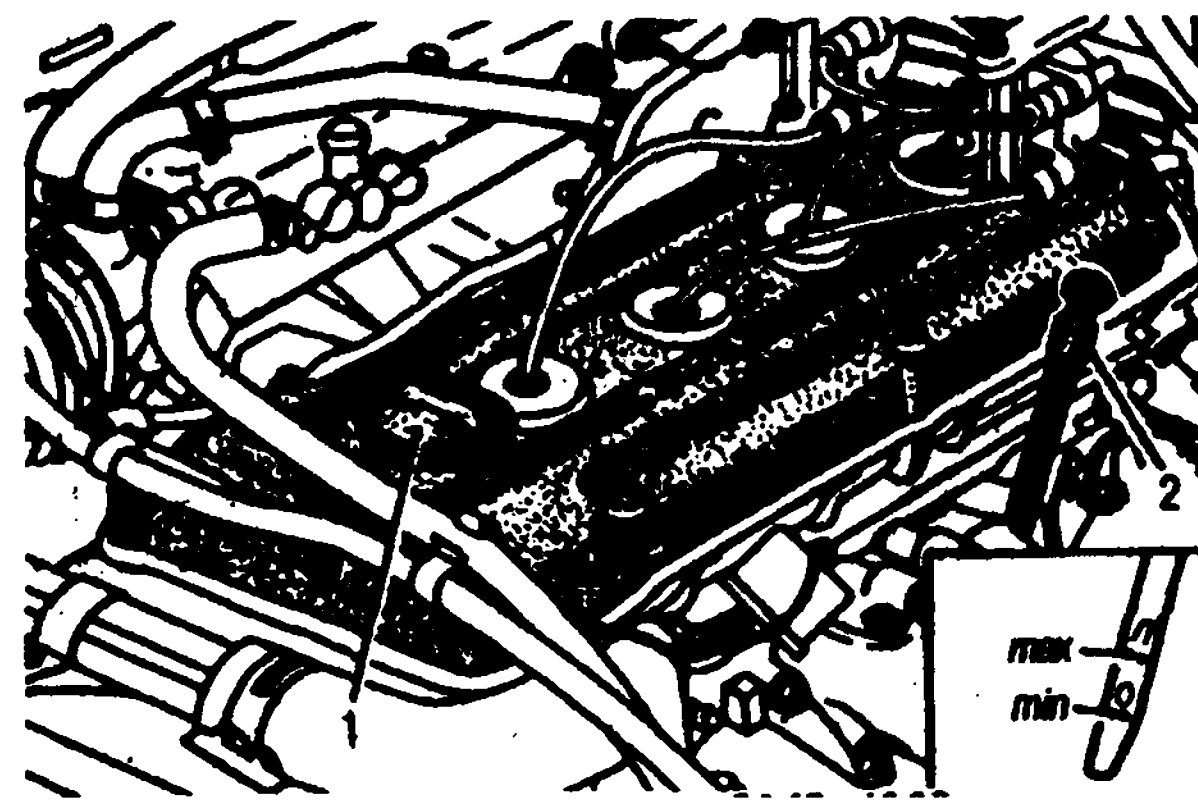
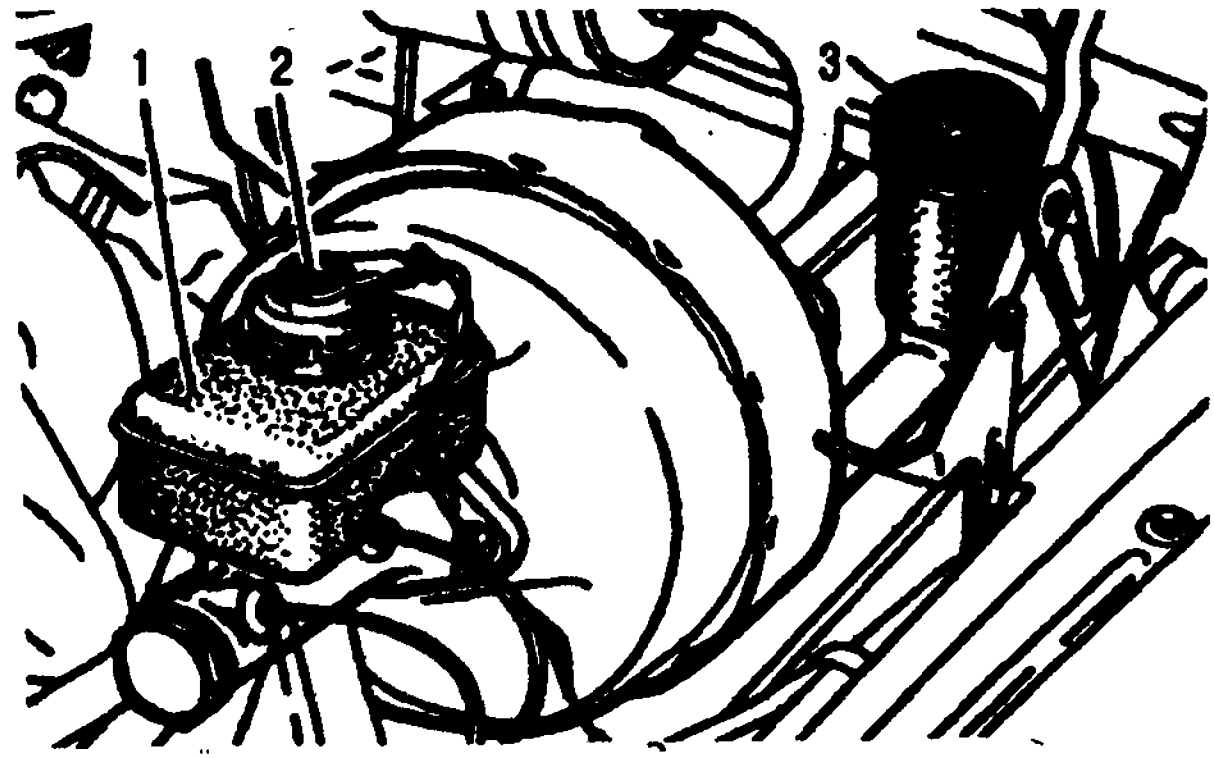

Рис. 3.3. Двигатель ЗМЗ-4062: 1 - пробка маслозаливной горловины; 2 - масляный щуп
Рис. 3.4. Бачки главных цилиндров тормозов и сцепления:
1. Уровень масла в картере двигателя (рис. 3.3).
Для нормальной работы тормозной системы уровень тормозной жидкости в бачке должен быть между метками MAX и MIN. Сигнализатор 6 (рис. 3.3) аварийного падения уровня тормозной жидкости загорается при недопустимо низком уровне тормозной жидкости в бачке. Для проверки неисправности сигнализатора нужно при включенном зажигании нажать на колпачок 2 (рис. 3.4). См. также раздел «Тормозные системы».
4. Уровень тормозной жидкости в бачке главного цилиндра сцепления 3 (рис. 3.4).